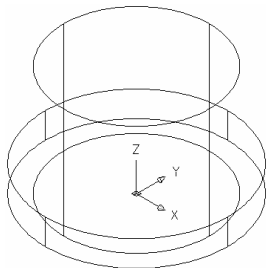

图 6-1-4 绘制圆柱体
(4) 重复步骤(3)的操作，以原点为圆柱体底面中心点，绘制半径为 2，高为 3 的圆柱体，结果如图 6-1-4 所示。